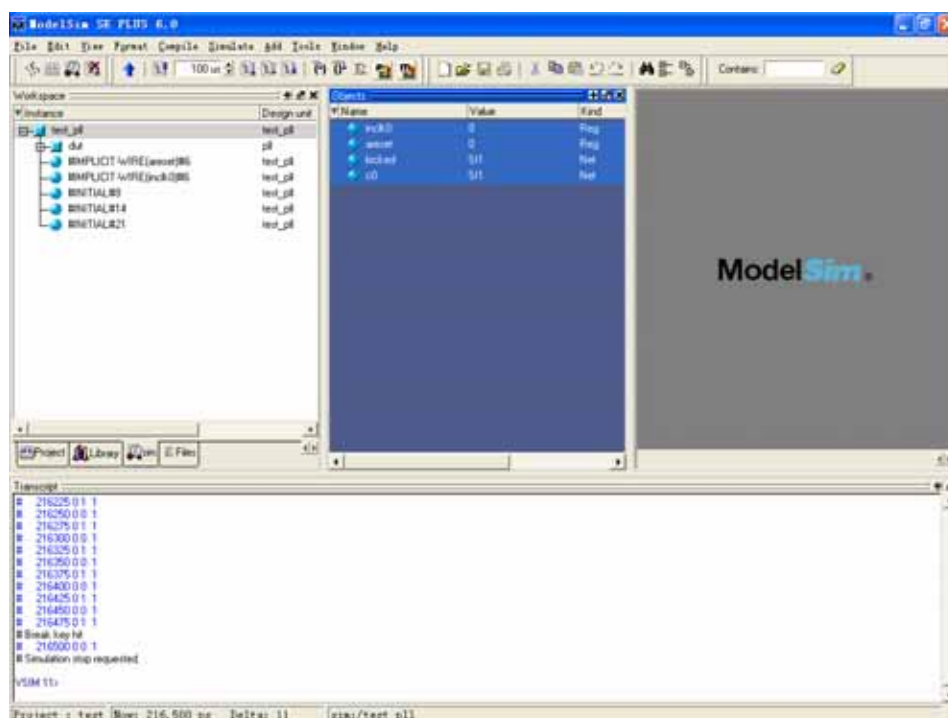

图 13 Objects 窗口
13. 执行 View→Debug Windows→objects, 弹出图 13 Objects 窗口。